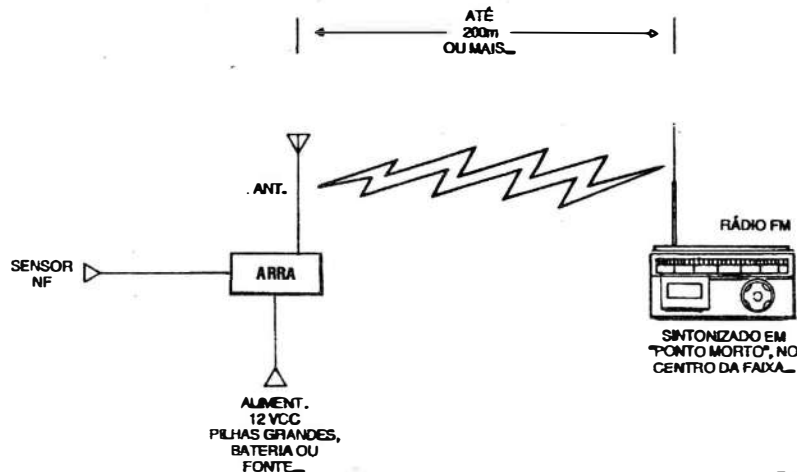

Fig.7
- **FIG. 7 - INSTALAÇÃO, CALIBRAÇÃO E UTILIZAÇÃO...** - Com o módulo do **ARRA** instalado no seu local definitivo, sensor(es) conectado(s), alimentação (12 VCC) fornecida, aproxima-se um receptor com faixa comercial de FM, sintonizando-o previamente num ponto vago (sem estação...) em torno da região central da faixa... Em seguida, *abre-se* o sensor